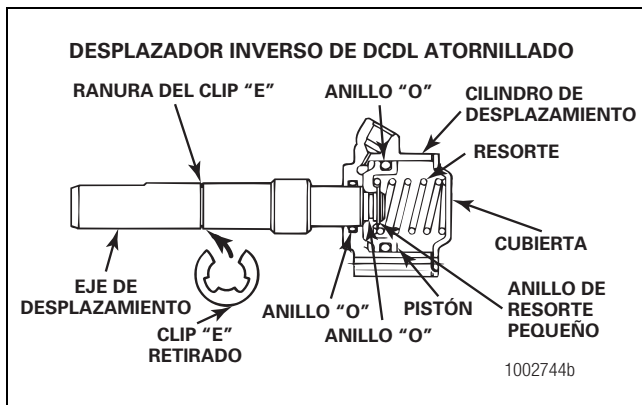

Figura 3.39
2. Retire los dos tornillos prisioneros y las arandelas que sujetan la cubierta al cilindro de desplazamiento. Retire la cubierta y el resorte. Figura 3.39.